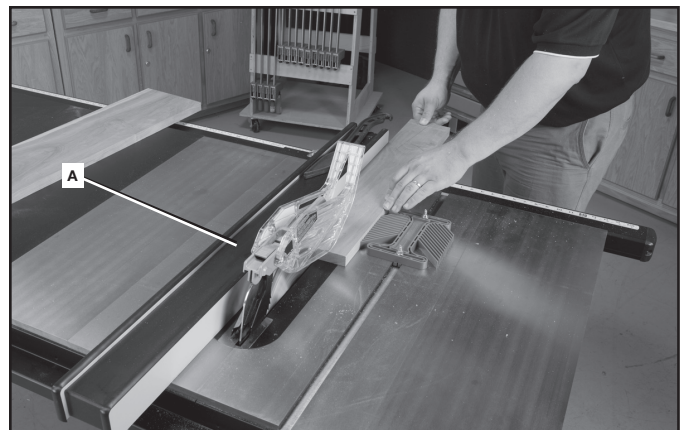

FIG. 55
3. Sujete la pieza de trabajo en posición plana sobre la banco y contra la guía (A) Fig. 55. Mantenga la pieza de trabajo a 25 mm (1 pulg.) aproximadamente de la hoja.
⚠ ATENCIÓN: La pieza de trabajo debe tener un borde recto contra la guía y no debe estar deformada, torcida o doblada. Mantenga ambas manos alejadas de la hoja y del paso de la hoja. Ver la posición apropiada de las manos en la Fig. 55.